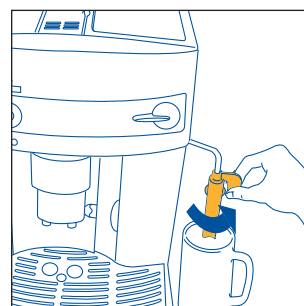
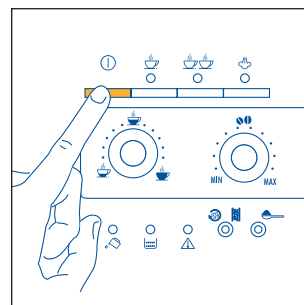

Abb. 3
Abb. 4
2. Den Milchaufschäumer nach außen drehen, eine Tasse darunter stellen (Abb. 3), und durch Drücken der Taste ① (Abb. 4) die Maschine einschalten.
- Den Milchaufschäumer zur Außenseite der Maschine hin drehen (Abb. 3).
- Einen Behälter unter den Milchaufschäumer stellen (Abb. 3).
- Den Milchaufschäumer nach außen drehen (Abb. 3).